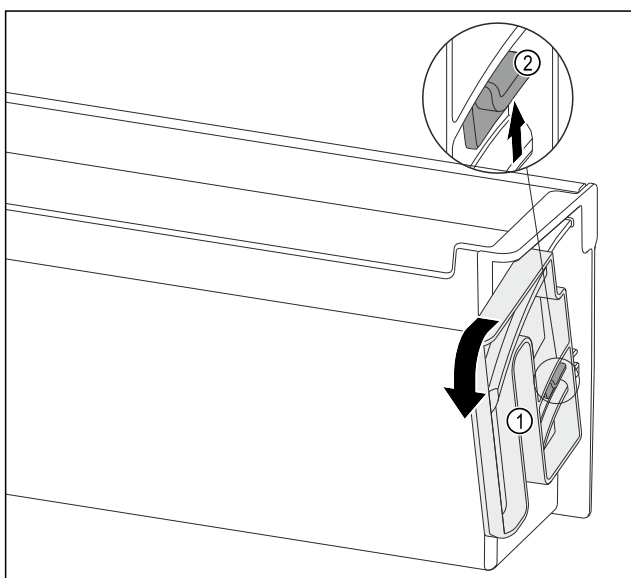

Fig. 123
- Ruotare l'unità di rotazione Fig. 123 (1) nella direzione indicata fino all'arresto.
- Premere la linguetta Fig. 123 (2) verso l'alto e rimuovere l'unità di rotazione Fig. 123 (1).